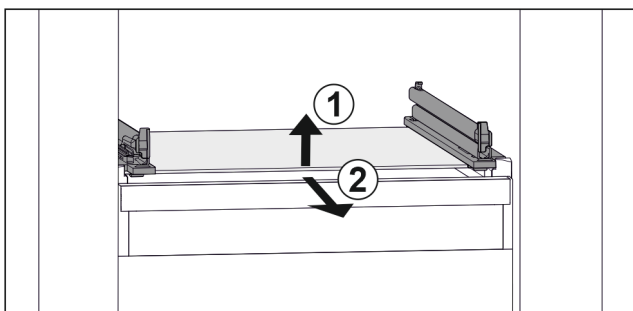

Fig. 45 Приблизне відображення скляної пластини
- ▶ Підняти скляну пластину спереду. Fig. 45 (1)
- ▶ Вийняти скляну пластину рухом вперед. Fig. 45 (2)